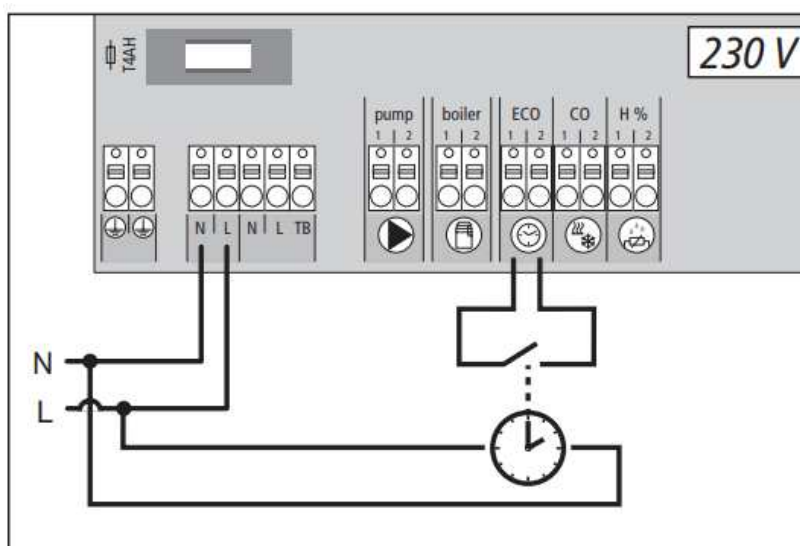

Imagen 7
- Es posible instalar un temporizador o programador externos conectado al contacto ECO. Al activar la entrada a través del temporizador, se activan las zonas de calefacción en programa de temperatura ECO. (Ver Imagen 7)